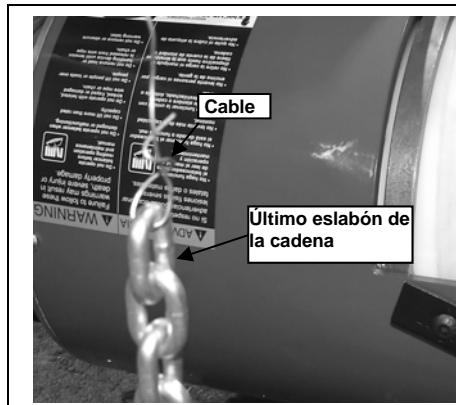
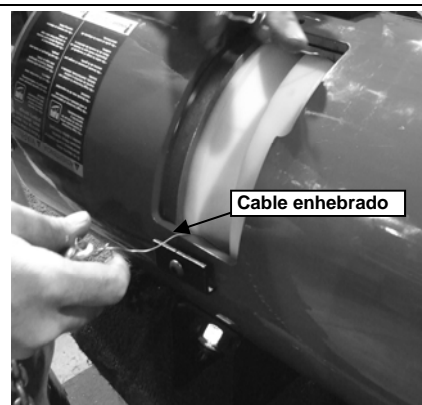

Figura 4.15
Figura 4.16
Paso 10. Enganche un alambre rígido al último eslabón de la nueva cadena, enhebre el alambre alrededor de la parte superior de la antepenúltima muesca desde la izquierda y estire la cadena alrededor de la bobina. (Ver Figura 4.15 y Figura 4.16)